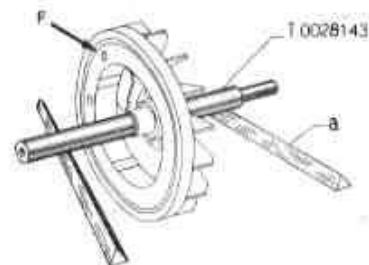

Fig. 37 - Controllo equilibratura rotore.
7. - Controllare nuovamente la concentricità dei diametri con il mandrino T.0028143 ed orologio comparatore. Controllare usando tale mandrino ed i due coltelli «a» della fig. 37 l'equilibratura del rotore. Correggerla eventualmente praticando, in posizione opportuna, alcuni fori non passanti sulla faccia piana dell'espansione polare (ved. fori «F» in fig. 37). È ammesso uno squilibrio ≤ 30 gr. sul \varnothing est. Il controllo deve essere effettuato con il tassello per feritoia montato.